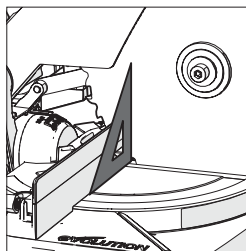

Fig. 9
- Puneți raportorul pe masă cu o latură scurtă lipită de masă și cealaltă latură scurtă lipită de disc (evitați vârful de TCT ale dinților discului) (Fig. 9).